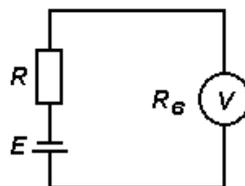

Рисунок 1.5
2. Определите относительную методическую погрешность измерения ЭДС источника по схеме на рис.1.5, если сопротивление вольтметра  $R_B=900$  Ом, внутреннее сопротивление источника  $R=100$  Ом.